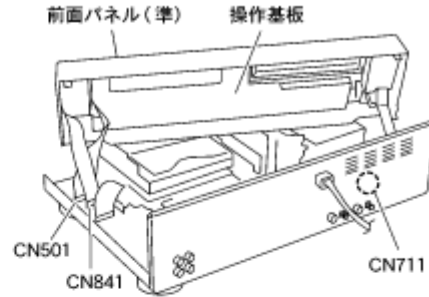

図 1
■操作基板のチェック (図1参照)
2. 図1の状態で作成基板のチェックを行なう。
■サーボコントロール基板の外し方 (図1~4参照)